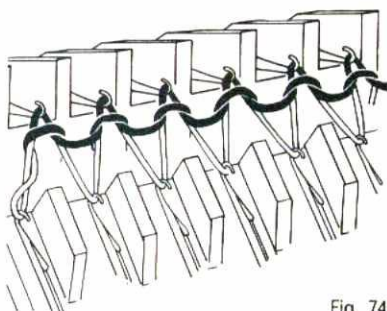

Fig. 74
2. Gang: rund hinten, Schloss $\frac{CX}{CX}$, hinten MG 3–4 (1. Schlauchreihe, Fig. 74)